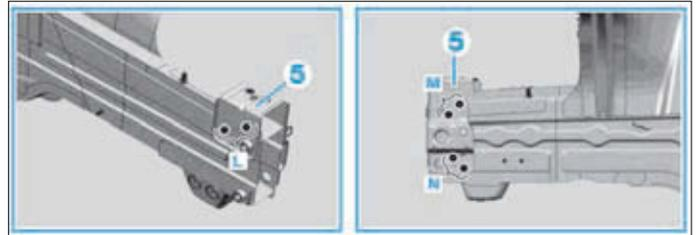

FIG. 7
- Poser la fixation du module avant (5), l'ajuster et la fixer avec une équerre de redressement (Fig.7).
- Souder par points électrique la fixation du module avant (5) dans les zones (L, M et N) puis meuler les points de soudure.